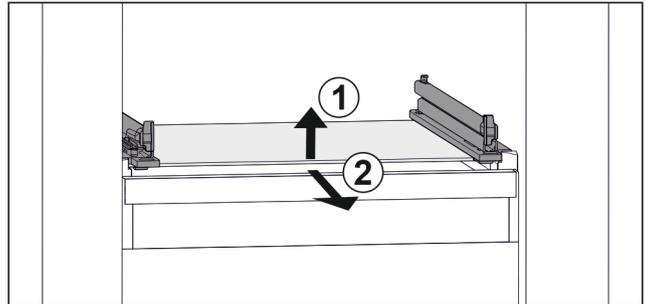

Fig. 77 Rappresentazione esemplificativa del ripiano in vetro
- ▶ Sollevare il ripiano in vetro dal davanti. Fig. 77 (1)
- ▶ Rimuovere il ripiano in vetro tirando in avanti. Fig. 77 (2)